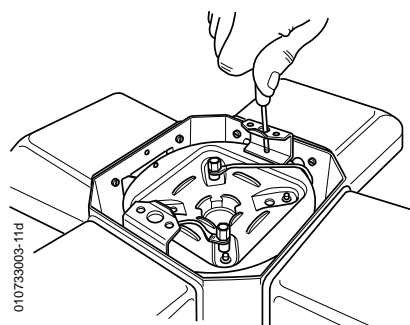

FIG. 4
- 4) Dévisser les 2 vis de maintien du bloc optique et de fixation du système de fermeture du capot central (FIG. 4).